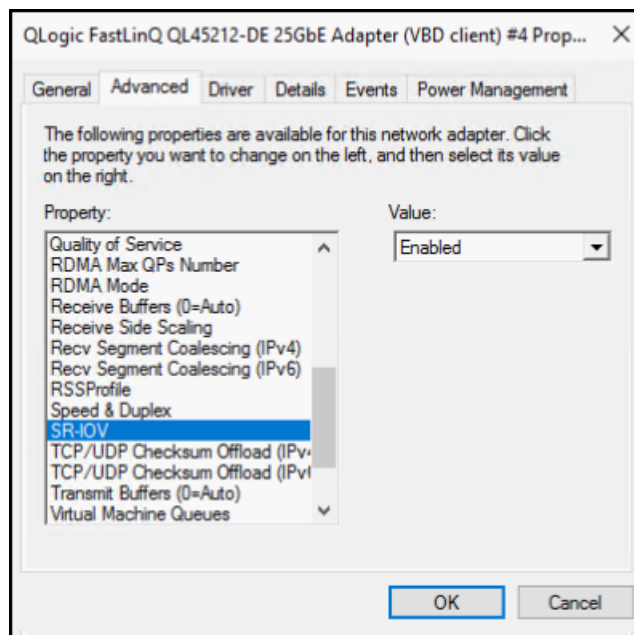

Abbildung 8-3. Adaptoreigenschaften, erweitert: SR-IOV aktivieren
- c. Wählen Sie auf der Seite „Advanced properties“ (Erweiterte Eigenschaften) (Abbildung 8-3) unter **Property** (Eigenschaft) die Option **SR-IOV** aus und setzen Sie den Wert auf **Enabled** (Aktiviert).